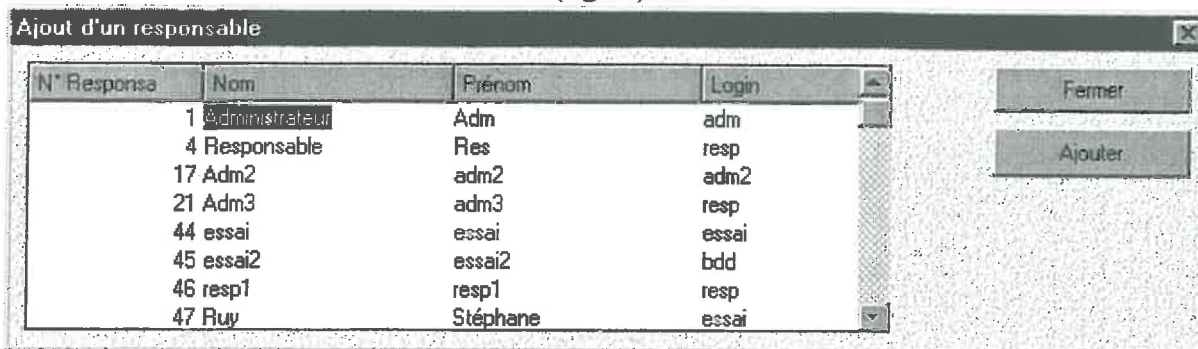

Fig. 38 : Ajout d'un responsable
- La fenêtre suivante s'ouvre (fig.38):
- La fenêtre (fig.38) ne s'affiche pas
- Le tableau (fig.38) est vide